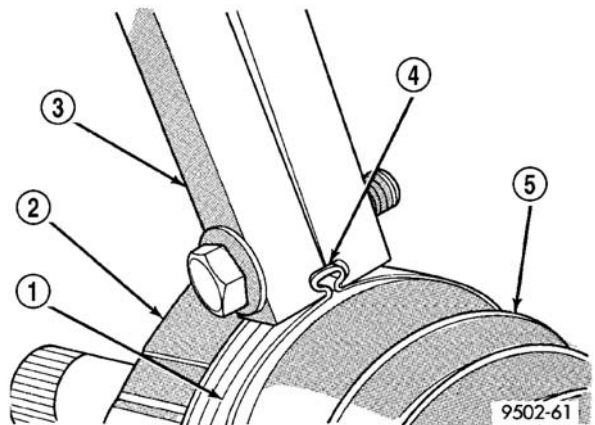

图 24 安装的密封套卡箍
(2) 拧紧卷边工具 C-4975-A 上的螺母，直到工具上的钳夹面对面地完全闭合（图 24）。